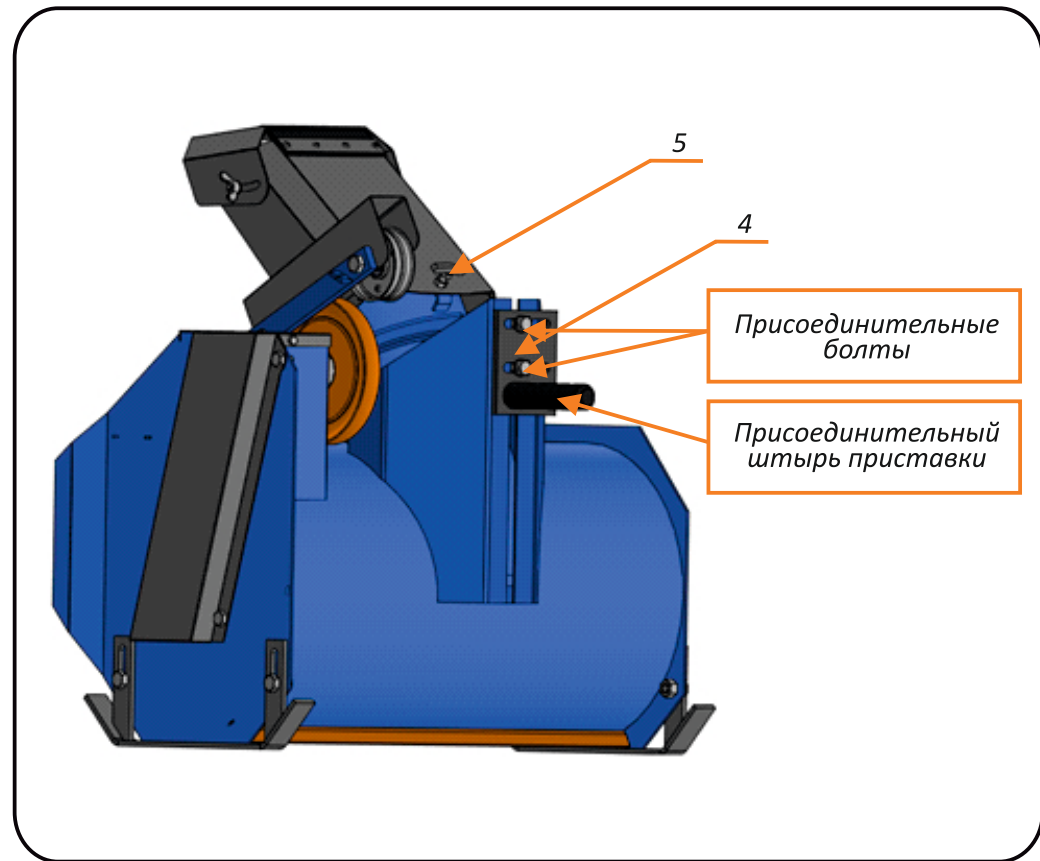

Рис.2 Снегоуборочная приставка к мотоблоку (вид сзади)
- Отрегулируйте наклон дефлектора (3) на нужный угол (чем больше угол раскрытия, тем выше выбрасывается снег) и зафиксируйте барашковыми гайками. При необходимости можете увеличить угол наклона желоба (2) при помощи регулировочного болта (10) на задней части (Рис.2).
- Настройте высоту захвата снега при помощи лыж (7). Поместите под нож (11) брусок толщиной равной желаемой высоте над землей. Ослабьте болты крепления лыж (7) с обеих сторон, сдвиньте лыжи до соприкосновения с землей. Затяните болты, следя за тем, чтобы лыжи касались поверхности земли всей плоскостью. Для уборки асфальтированных дорожек рекомендуется установить высоту лыж в минимальное положение. Для уборки незнакомой пересеченной местности рекомендуется установить высоту лыж в максимальное положение.
- Установите сцепное устройство, как показано на (**Рис. 2 (4)**). Зафиксируйте болтами М10х30 с шайбами 10 и шайбами граверными 10. Наживить, но не затягивать гайки М10 полностью.